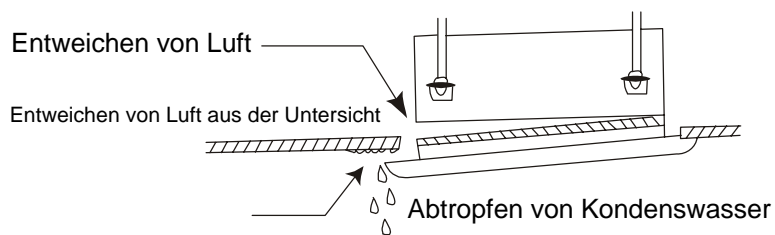

Abb. 5
1. Falsch eingeschraubte Schrauben können Schwierigkeiten verursachen, wie Abbildung 5 zeigt.